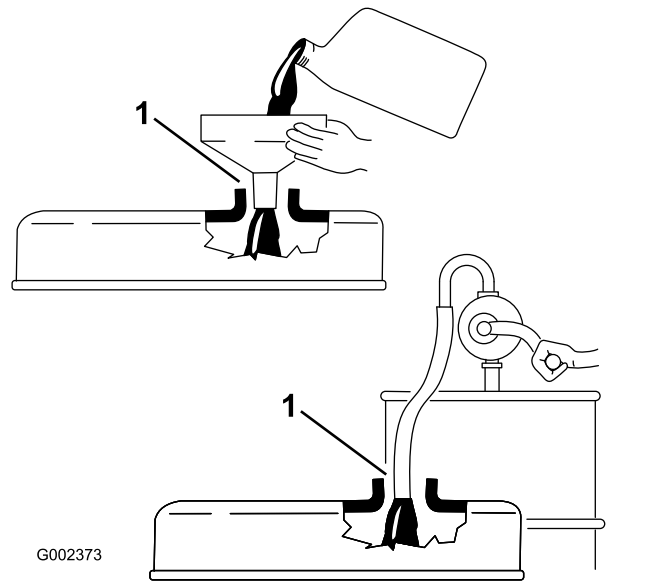

Figura 36
**Importante:** Al añadir aceite de motor o al cambiar el aceite, debe haber holgura entre el dispositivo de llenado de aceite y el orificio de llenado de la tapa de las válvulas, según se muestra en Figura 36. Esta holgura es necesaria para permitir la ventilación durante el llenado, lo cual evita que el aceite se derrame sobre el respiradero.